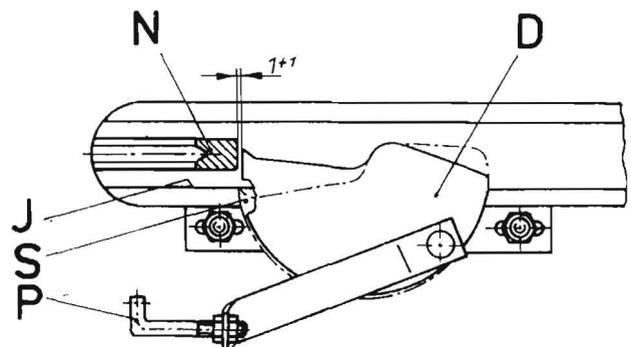

Bild 28
- Durch Verschieben des Andrückers (D) nach vorn oder hinten (Lösen der Befestigungsschrauben Andrücker – Decke) wird ein Maß zwischen Innenradius der hochschwenkenden Nadel (N) und einschwinkendem Andrücker (Spitze des Andrückers) von 1 ± 1 mm eingestellt (Bild 28).
- In Ruhestellung des Nadeltriebes fluchtet die Spitze (S) des Andrückers mit der Innenkante (J) des Nadelschlitzes der Kanaldecke – einzustellen durch Verstellen der Spille (P) (Bild 28).